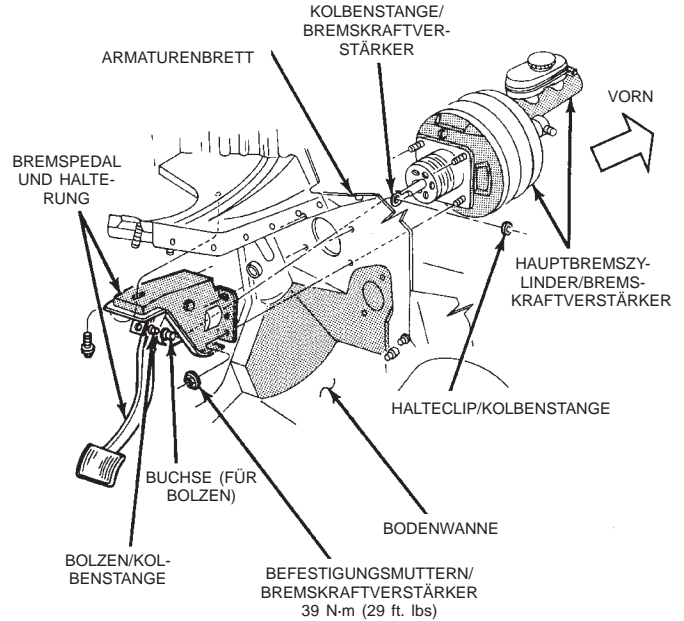

Abb. 20 Montage des Bremspedals
- (1) Knieaufprallschutz und die Abdeckung des Knieaufprallschutzes entfernen. Näheres siehe Kapitel 8E, "Instrumententafel."
- (2) Halteclip und Unterlegscheiben entfernen, mit denen die Kolbenstange des Bremskraftverstärkers am Pedalbolzen befestigt ist (Abb. 20).
- (3) Die Mutter lösen, mit der der Pedalschaft in der Halterung befestigt ist.
- (4) Den Pedalschaft nach außen gleiten lassen, um Arbeitsspielraum zu erhalten und das Bremspedal herausnehmen.
- (5) Pedalbuchsen herausnehmen, wenn sie ausgetauscht werden müssen.
- (6) Die Buchse wieder auf den Pedalbolzen setzen, wenn sie entfernt wurde (Abb. 20).
- (7) Kolbenstange des Bremskraftverstärkers an den Pedalbolzen ansetzen. Die Kolbenstange mit Halterung und Unterlegscheiben am Bremspedal befestigen. Falls vorhanden, Haltestrebe des Armaturenbretts wieder einsetzen.
- (8) Knieaufprallschutz und Abdeckung des Knieaufprallschutzes einbauen. Näheres siehe Kapitel 8E, "Instrumententafel."
- (9) Bremslichtschalter prüfen und, falls erforderlich, einstellen.